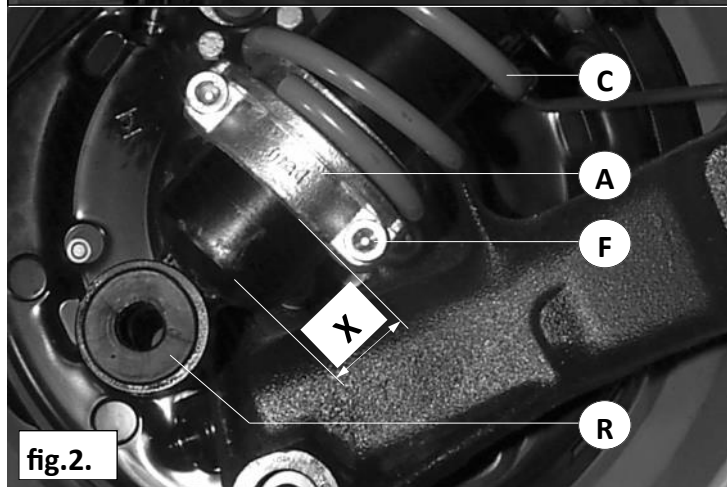

fig.2.
6. Veerhouder **A** monteren op **X=25mm** boven onderzijde schokdemper buis, zie fig.2. De kop van de inbusbouten **F** moet naar de binnenzijde van de auto wijzen. Inbusbouten **F**: aanhaalmoment **10Nm**.
7. Monteer rubber **R** in het schokdemper oog. Zie fig.2 en 3.
6. Install springseat **A** at **X=25mm** above the bottom of the shockabsorber, see fig.2. The head of hex bolts **F** point to inside of the car. Bolts **F**: tighten **10Nm**.
7. Mount rubber **R** in bottom shockabsorber eye, see fig.2 and 3.
6. Montieren Sie den Federhalter **A** mit Abstand **X=25mm** oberhalb der Unterseite des Stoßdämpferrohres, siehe Bild 2. Der Bolzenkopf muß zur Innenseite des Fahrzeugs zeigen. Ziehen Sie die Zylinderschraube **F** mit **10Nm** an.
6. Montez le support de ressort A à $X = 25 \text{ mm}$ au-dessus de la partie inférieure du tube de l'amortisseur, voir fig. 2. La tête des boulons Allen F doit être orientée vers l'intérieur du véhicule. Serrez les boulons F avec un couple de serrage de **10 Nm**.
7. Installez le caoutchouc R dans l'oeil de l'amortisseur. Voir fig. 2 et 3.
6. Install springseat **A** at **X=25mm** above the bottom of the shock absorber, See fig.2. The head of hex bolts **F** point to inside the car. Bolts **F**: tighten **10Nm**.
6. Montez le support de ressort **A** à **X = 25 mm** au-dessus de la partie inférieure du tube de l'amortisseur, voir fig. 2. La tête des boulons Allen **F** doit être orientée vers l'intérieur du véhicule. Serrez les boulons **F** avec un couple de serrage de **10 Nm**.